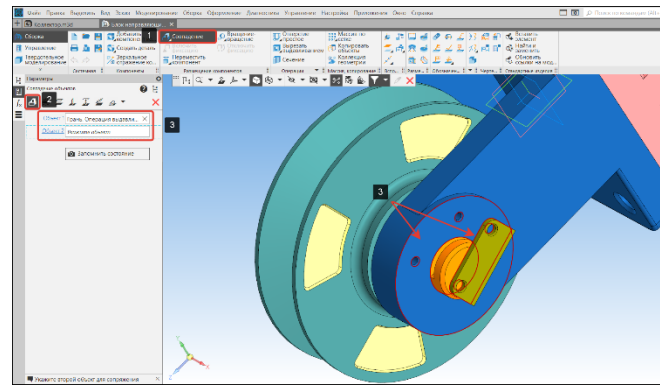

Рисунок 318 – Сопряжение Совпадение Планка-Вилка
- В панели размещение компонентов выберем операцию совпадение (1) подоперация совпадение (2) (Рисунок 318);
- Зададим совпадение граней (3) вилки и планки (Рисунок 318);